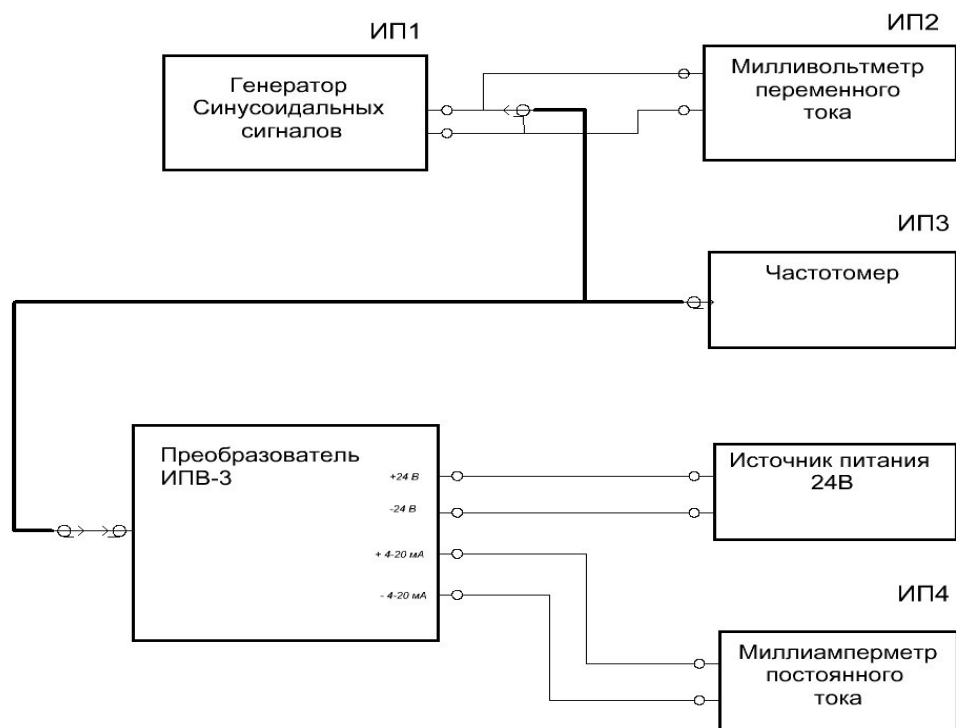

Рисунок 14. Схема рабочего места для проведения поверки преобразователя
10.2.2 Собрать рабочее место для проведения поверки согласно схеме (рис. 14). Коаксиальный разъём ко входу преобразователя не подключать и замкнуть накоротко вход. Подготовить измерительные приборы к работе согласно их инструкциям по эксплуатации.